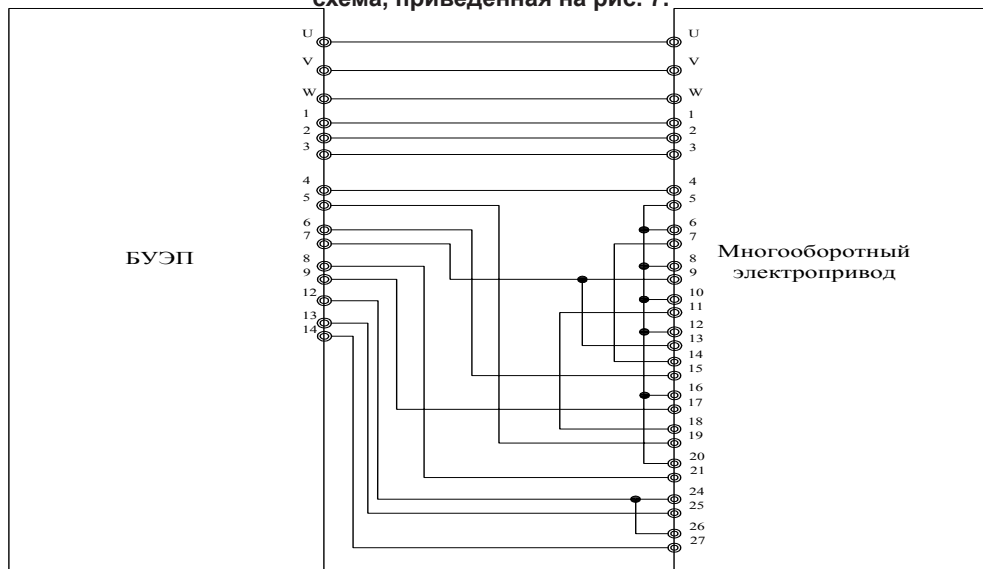

Рис. 7 Блок-схема подключения БУЭП к электроприводу ( для электросхемы на рис.6.1; 6.2)
**В случае использования для дистанционного управления электроприводом серии ГЗ блока БУЭП (производства “ГЗ ЭЛЕКТРОПРИВОД”) применяется схема, приведенная на рис. 7.**